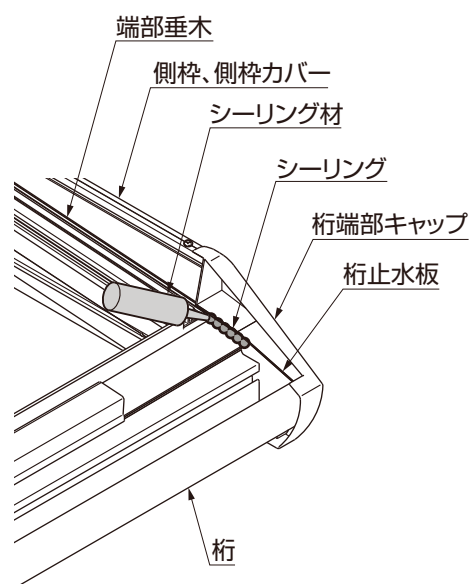

図5-11
③ 桁と桁止水板のすき間にシーリング材を充てんしてください。(図5-11参照)